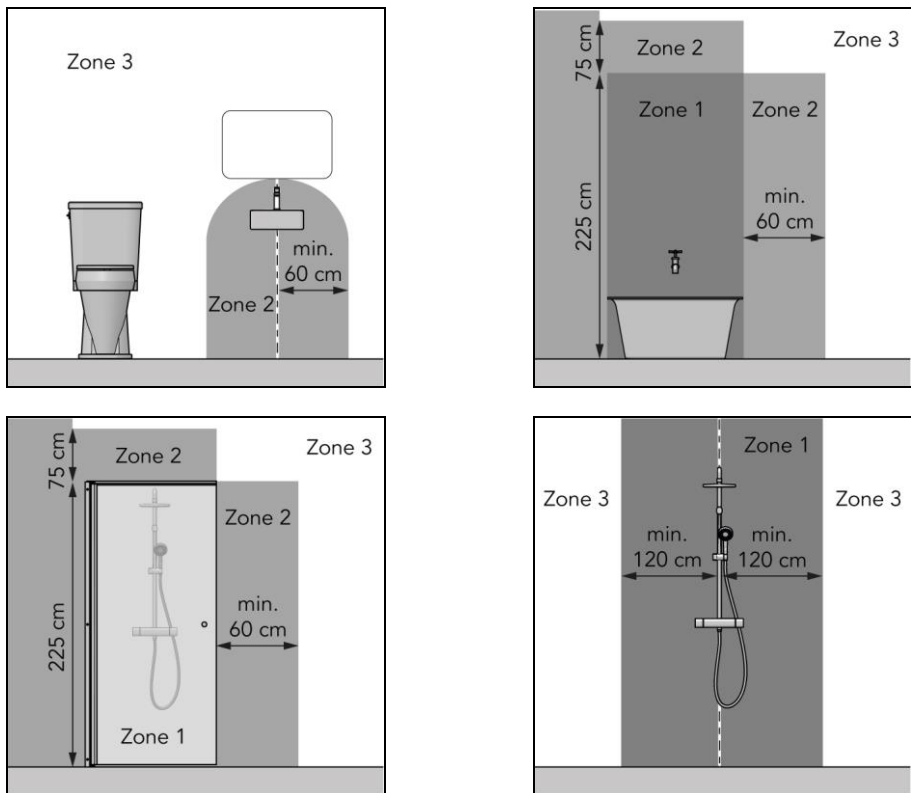

Figure 1
- dans la zone 3 d'un cabinet de toilette ou d'une salle de bain avec baignoire, douche avec écran et douche sans écran (figure 1) ;